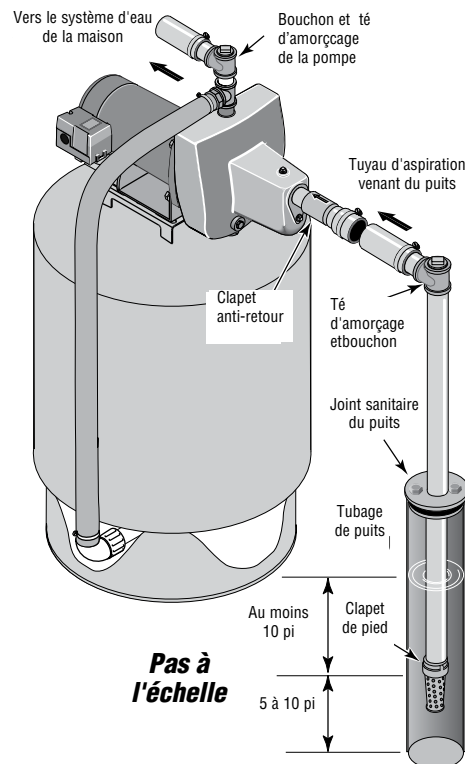

Figure 2 : Installation dans un puits à tubage
INSTALLATION SUR UN PUIS À TUBAGE DE 2 POUCHES DE DIAMÈTRE OU PLUS GRAND (voir la Figure 2)
- 2 ° Brancher le clapet de pied, la crépine et le tuyau du puits (voir la Figure 2). S'assurer que le clapet de pied fonctionne librement.
- 4 ° Poser le té d'amorçage, le bouchon d'amorçage et le tuyau d'aspiration sur la pompe (voir la Figure 2). Brancher le tuyau provenant du puits sur l'orifice d'aspiration de la pompe en utilisant le moins possible de raccords - en particulier des coudes - étant donné que les raccords augmentent le frottement de l'eau dans les tuyaux (il faut toutefois ajouter un clapet de pied — voir la Figure 2). Le diamètre du tuyau d'aspiration doit être au moins aussi grand que le diamètre de l'orifice d'aspiration de la pompe. Utiliser du ruban d'étanchéité en PTFE pour filetage sur les raccords de tuyaux filetés. Supporter le tuyau de façon qu'il ne soit pas cintré afin qu'il n'exerce pas de contraintes sur le corps de la pompe; de plus, il doit être légèrement incliné vers le haut, du puits jusqu'à la pompe (les points hauts risquent de causer des poches et des bouchons d'air dans la pompe). Rendre étanches les joints du tuyau d'aspiration avec du ruban d'étanchéité en PTFE pour filetage. Les raccords doivent être étanches à l'air et à l'eau. *Si le tuyau d'aspiration aspire de l'air, la pompe ne pompera pas l'eau du puits.*